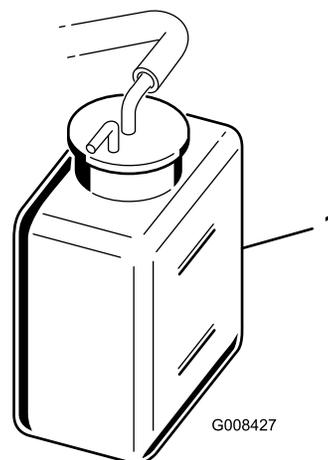

Figure 26
2. Vérifiez le niveau du liquide de refroidissement (Figure 26).